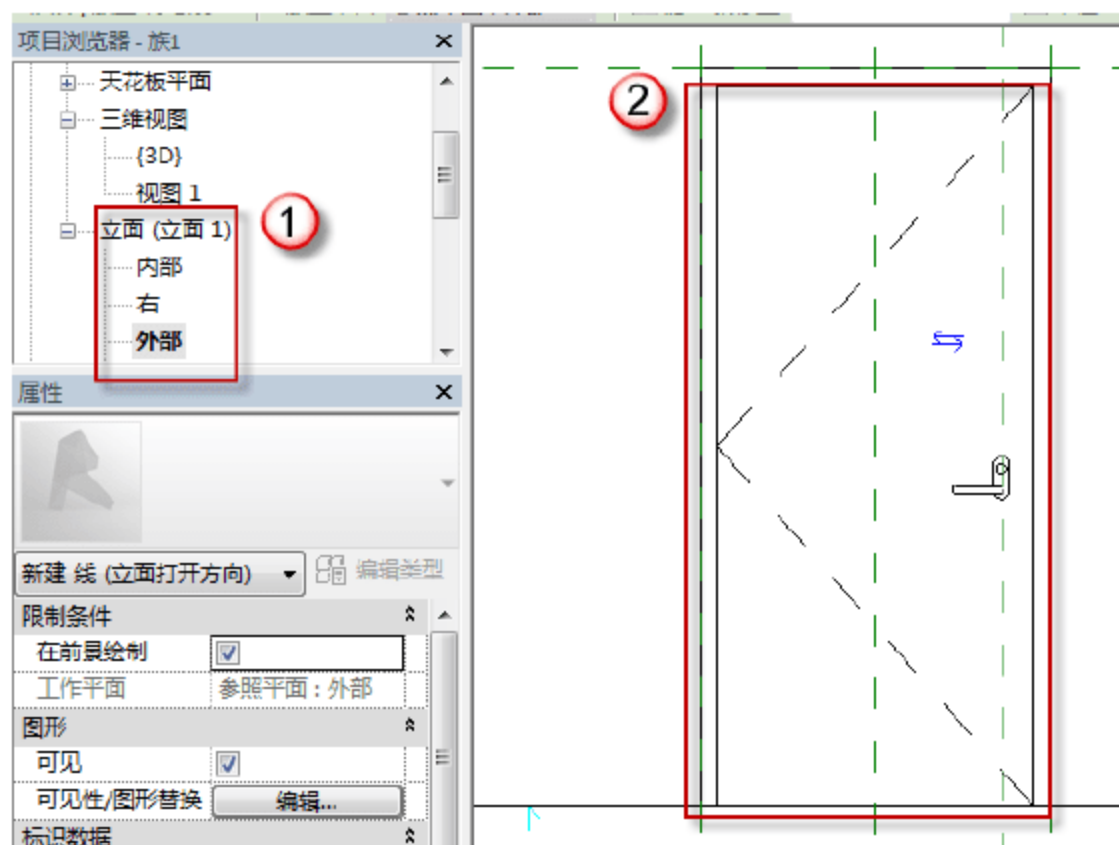

图 6.1.144 绘制单开门 M1021 的立面打开方向
(24) 绘制单开门 M1021 的立面打开方向。选择“项目浏览器”中的“立面(立面 1)”→“外部”选项,进入门的外部立面视图。选择“注释”→“符号线”命令,将“子类别”改为“立面打开方向(投影)”绘制如图 6.1.144 所示门的“打开方向”符号线。